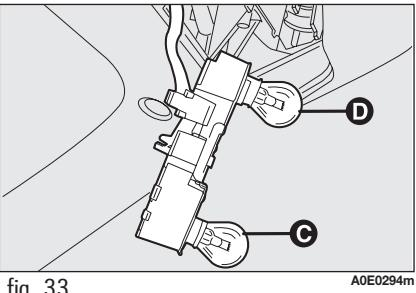

fig. 33
- quite y sustituya la lámpara que se desea cambiar empujándola ligeramente y girándola hacia la izquierda **fig. 33**:
- quite y sustituya la lámpara que se desea cambiar, empujándola ligeramente y girándola hacia la izquierda **fig. 33**;